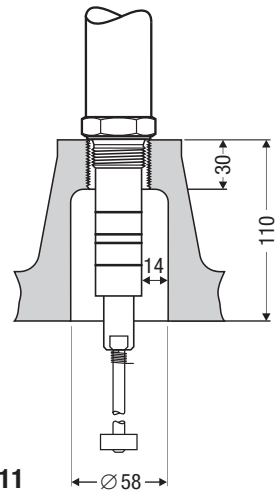
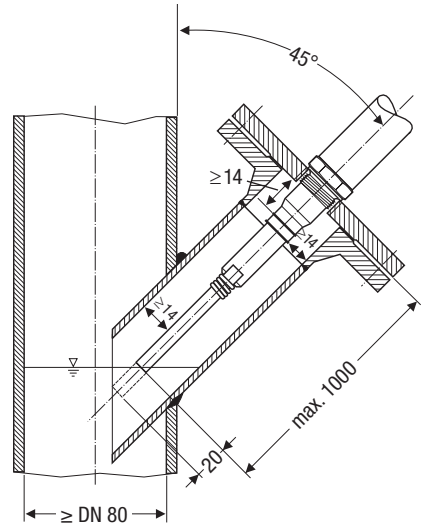

Fig. 11
Fig. 17
- Die elektrische Kriechstrecke von 14 mm zwischen Elektrode und Masse (Flansch, Behälterwand) darf nicht unterschritten werden! **Fig. 11, Fig. 17**
- Bei Einbau der Niveauelektrode **NRG 111-11** in einen Flanschstutzen DN 50 nur den GESTRA Hutflansch verwenden! **Fig 11**
- Bitte beachten Sie bei Einsatz der Niveauelektrode **NRG 111-11** die Grenzwerte für den pH-Wert (10) und für die elektrische Leitfähigkeit (100 µS/cm bei 25 °C).
- Der Neigungswinkel der Elektrode darf maximal 45° betragen, die Länge des Elektrodenstabs ist auf 1000 mm begrenzt. **Fig. 17**